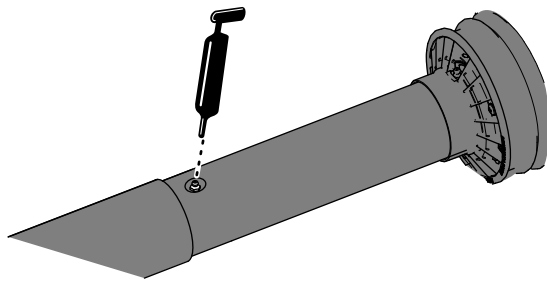

Figura 10
3. Extienda parcialmente el árbol de la TDF para tener acceso al engrasador situado cerca del centro del protector interior del árbol de transmisión (Figura 10).
4. Aplique grasa al engrasador de la unión telescópica del árbol de transmisión, como se muestra en la Figura 10.